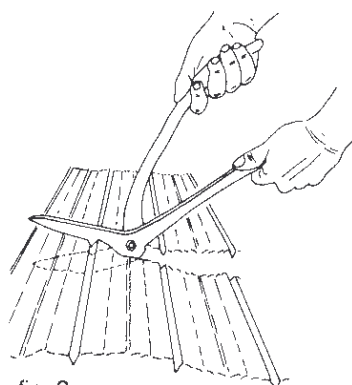

fig. 2
1. Les coupes transversales (fig. 2) doivent être faites à l'aide de la cisaille spéciale à dent afin que les nervures ne soient pas écrasées et qu'ainsi un bon emboîtement l'une dans l'autre sur toute leur longueur soit assuré aux recouvrements.